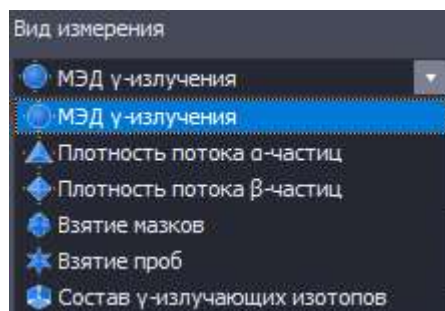

Рисунок 10.2 – Фильтр по виду измерения окна «Данные измерений в точках РО».
- по виду измерения (см. рис. 10.2);